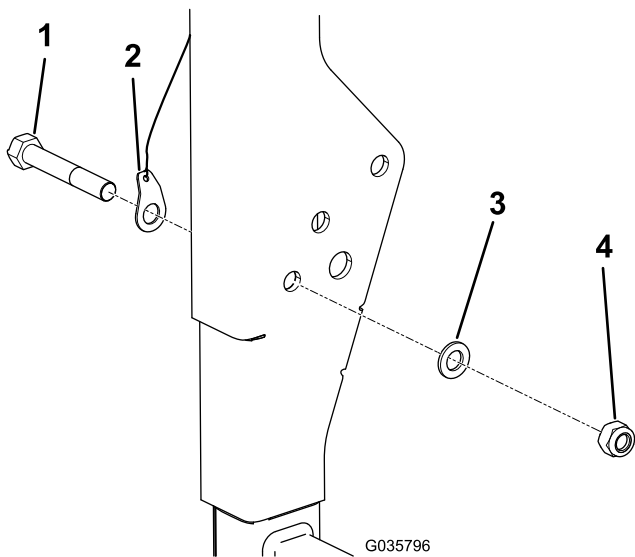

Bild 1
2. Entfernen Sie die Mutter, Schraube und Scheibe vom Überrollschutz an derselben Seite des Überrollschutzes, an der Sie das Kit installieren, und werfen Sie die Mutter und Schraube weg, siehe Bild 1.